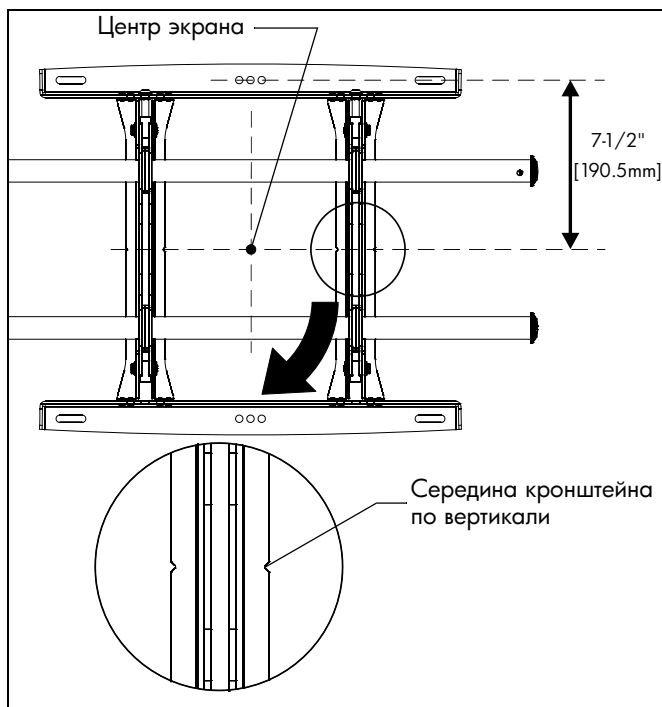

рис. 1
3. Совместите прорези на креплениях с отметкой середины экрана, чтобы определить середину по вертикали. (См. рис. 1)
2. Совместите прорези на креплении с отметкой середины экрана, чтобы определить середину по вертикали. (См. рис. 1)
3. Отмерьте 190,5mm (7-1/2") вверх от средней линии и отметьте место верхнего монтажного отверстия. (См. рис. 1)